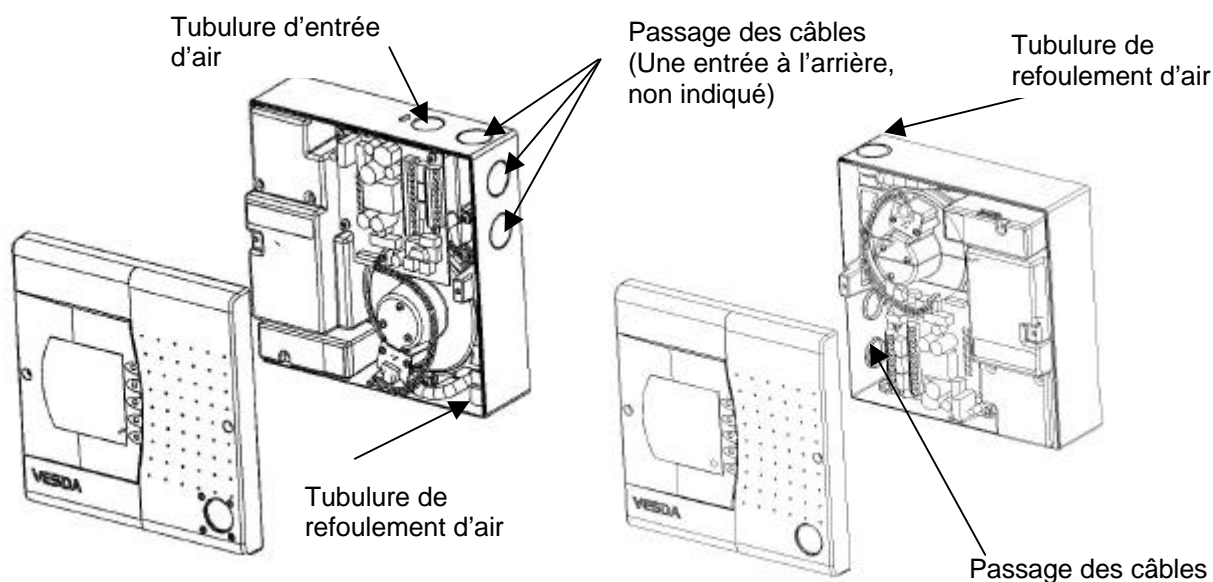

Figure 10 Orientation du LaserCOMPACT, normale (gauche), inversée (droite)
- c) Identifier l'endroit où le détecteur doit être installé. Le LaserCOMPACT peut être installé sur un mur ou une surface solide appropriée. Il y a deux possibilités de montage pour le LaserCOMPACT. Consulter la Figure 10 ci-dessous.